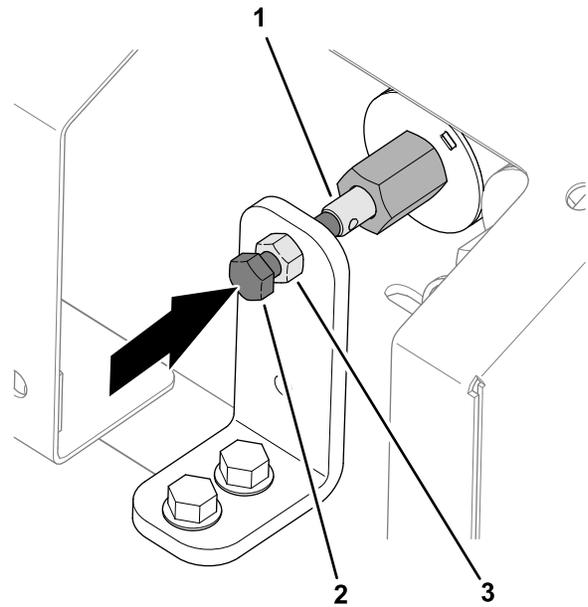

Bild 35
- 1. Lösen Sie die Klemmmutter an der Halterung für die manuelle Übersteuerung (Bild 35).
- 2. Drehen Sie die Sechskantschraube für die Ventilüberschreibung im Uhrzeigersinn, um die Fahrgeschwindigkeit zu erhöhen (Bild 35).